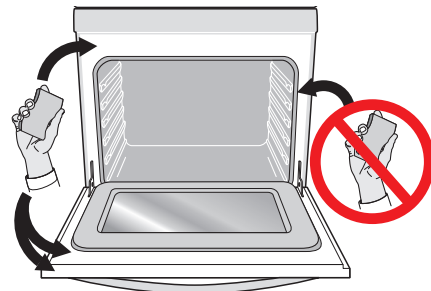

Figure 38 : Nettoyer la partie autour du joint de la porte du four
9. Essuyez la cavité et la sole du four. Ne nettoyez pas le joint de la porte du four (Figure 38).
- Ne nettoyez pas le joint de la porte du four. Prenez soin de ne pas frotter, endommager ou retirer le joint et de ne pas utiliser de produit de nettoyage sur le joint de la porte. (Figure 38). Vous risqueriez d'entraîner des dommages et de réduire l'efficacité du four.